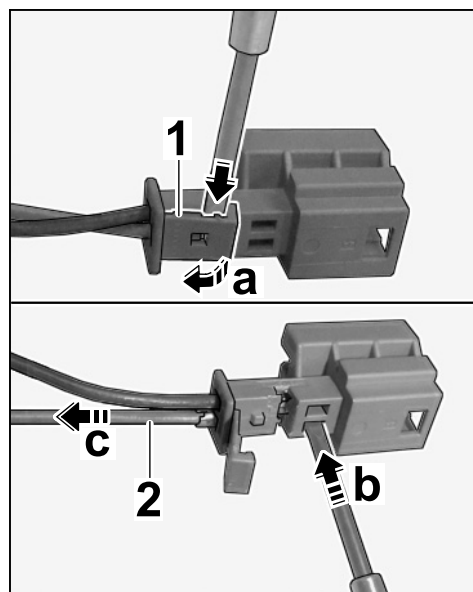

Рис. 5
- 2.2.1 Вставить отвертку между вторичным фиксатором и штифтовым корпусом (⇒ Рис. 5 -сверху, стрелка-) и раскрыть вторичный фиксатор (⇒ Рис. 5 -a-).
- 2.2.2 Разблокировать штифтовой контакт с помощью инструмента для выпрессовки (⇒ Рис. 5 -b-) и извлечь желтый/серый провод (⇒ Рис. 5 -c-).